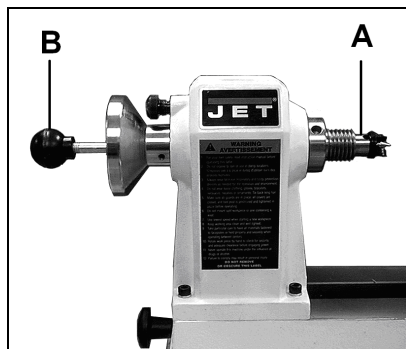

Fig 10
Der **Stirnmitnehmer** (A, Fig 10) wird in den Spindelkonus eingesteckt und kann mit dem Ausstoßbolzen (B) wieder entfernt werden.